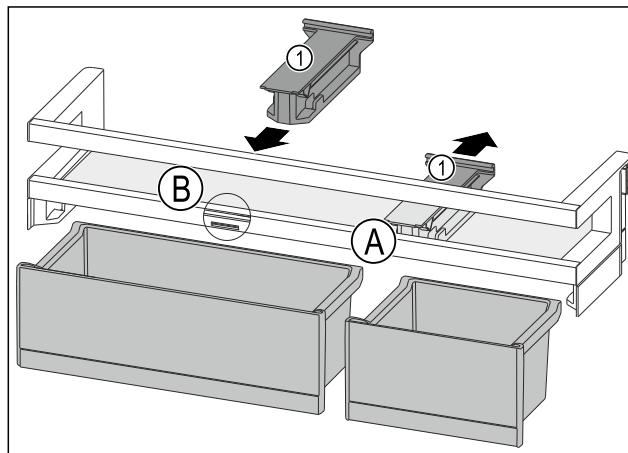

Fig. 85
- Pridržni dio Fig. 85 (1) u položaju Fig. 85 (A) skinite prema natrag.
- Pridržni dio Fig. 85 (1) umetnите u položaj Fig. 85 (B).